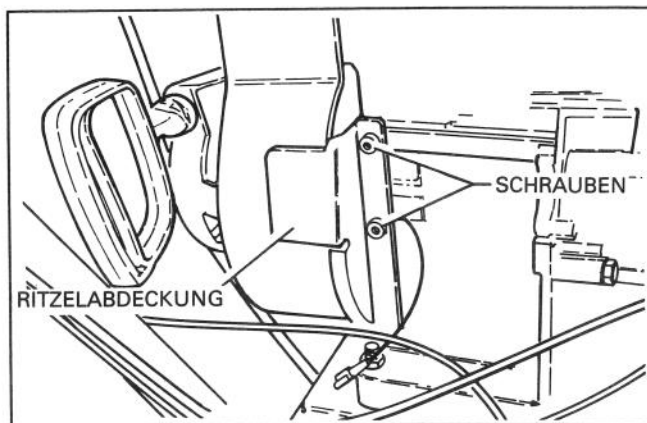

Abb. 8
15. Die zwei selbstschneidenden Schrauben, mit denen die Ritzelabdeckung am Motor angebracht ist, abnehmen und wegwerfen und die Abdeckung abnehmen (Abb. 8).